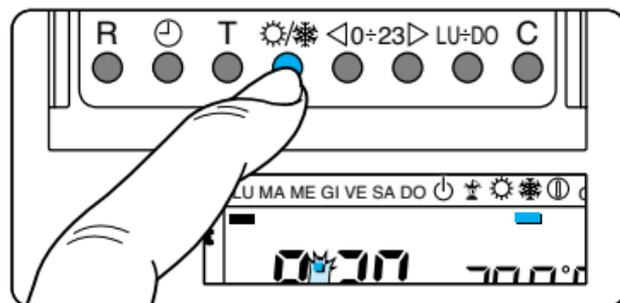

Fig. 30
6.2 - Accertarsi che sia attivo il segmento relativo al programma di riscaldamento , agendo eventualmente sul pulsante  (fig. 30).